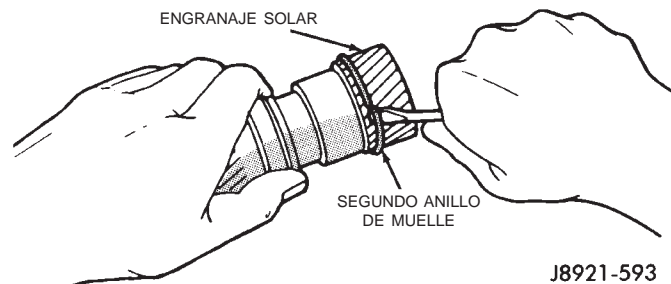

Fig. 265 Desmontaje e instalación del segundo anillo de muelle
(6) Retire el anillo de muelle restante del engranaje solar (Fig. 265).
(7) Mida el diámetro interior de los casquillos del engranaje solar con un calibrador para huecos o un